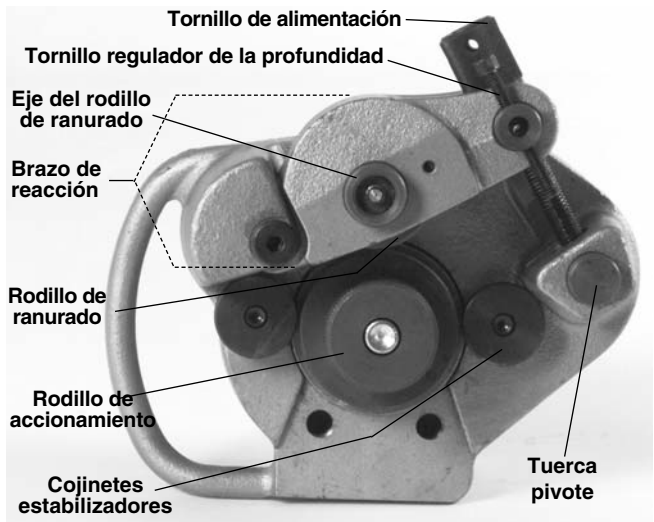

Figura 2 – Separación de los rodillos de ranurado y de accionamiento
1. Sobre un banco o en el suelo, gire el tornillo de alimentación hacia la izquierda para separar el rodillo de ranurado del rodillo de accionamiento (*Figura 2*).